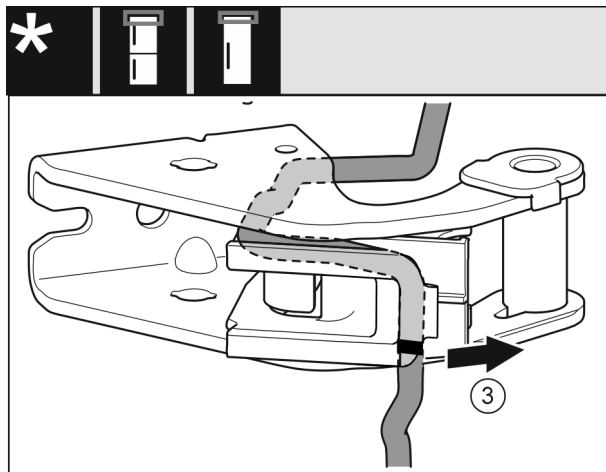

Fig. 27
- ▶ Αφαιρέστε το καλώδιο με το στήριγμα καλωδίου από το στήριγμα. Fig. 27 (3)